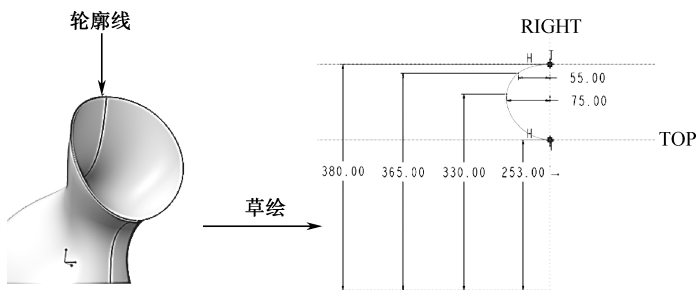

图 7-47 蒸脸器顶部侧面弧线轮廓“草绘 2”
(2) 单击按钮, 选择绘图区中的 **FRONT** 平面作为草绘平面, **RIGHT** 平面作为参照平面, 参考方向为右。单击【草绘】进入草绘模式。单击按钮绘制蒸脸器顶部侧面弧线轮廓(草绘 2)如图 7-47 所示。